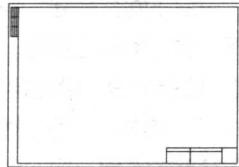
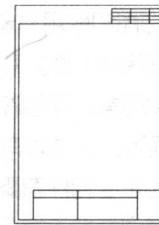

图 1-6 横式图幅示例
图 1-7 立式图幅示例
- (1) A1 图纸是 A0 图纸的一半大小，A2 图纸是 A1 图纸的一半大小，A3 图纸是 A2 图纸的一半大小，其余的图纸按照这个规律推理即得。
(2) A0、A1、A2、A3 图纸一般要用横式图纸(参见图 1-6)。其余采用立式图纸(参见图 1-7)。